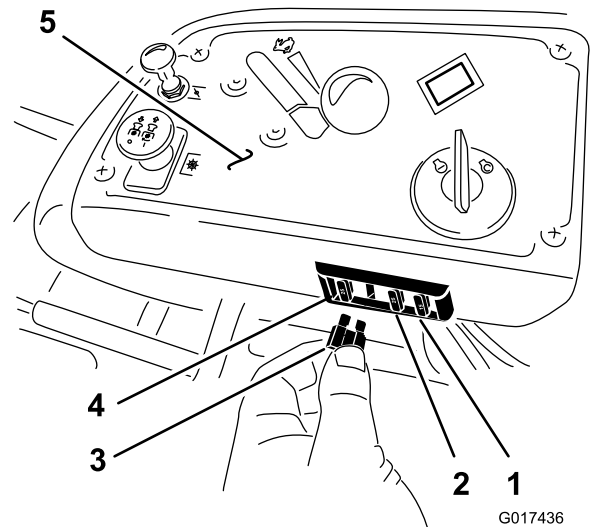

Figura 48
1. Los fusibles están situados en la consola de la derecha, junto al asiento (Figura 48).
3. Instale un fusible nuevo (Figura 48).